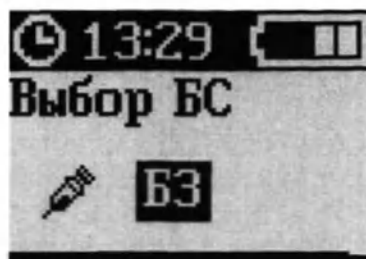

Рисунок 87 – Экран «ВЫБОР БС»
4. Кнопками «ВВЕРХ» или «ВНИЗ» выбрать нужную базальную скорость для активации (рисунок 87).